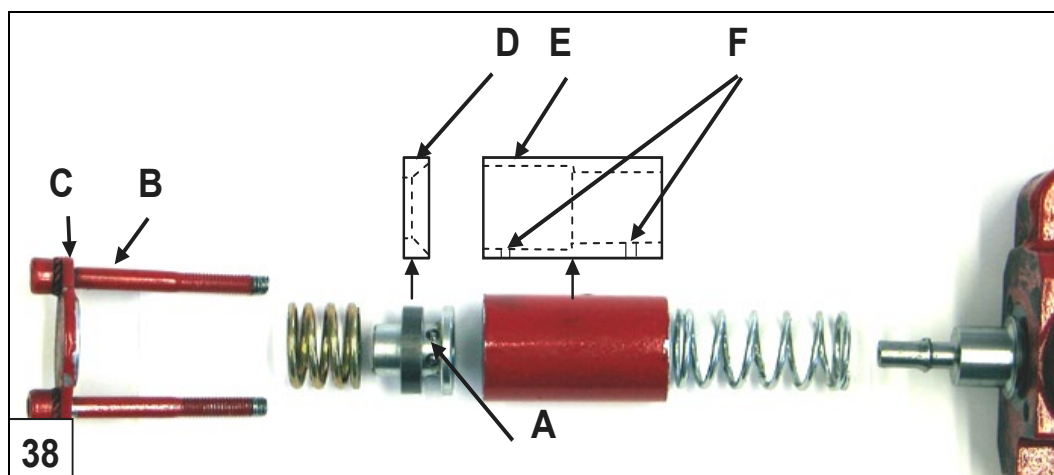

Bild 38. Konstruktionen för ventilens låsspärr
- Om du öppnar ventilens skruvar B, bild 38, tryck samtidigt ner på låsspärrens lock C, då de stela fjädrarna kan orsaka att hela locket flyger bort. Samtidigt flyger fjädrarna och låsspärrens kulor ut.